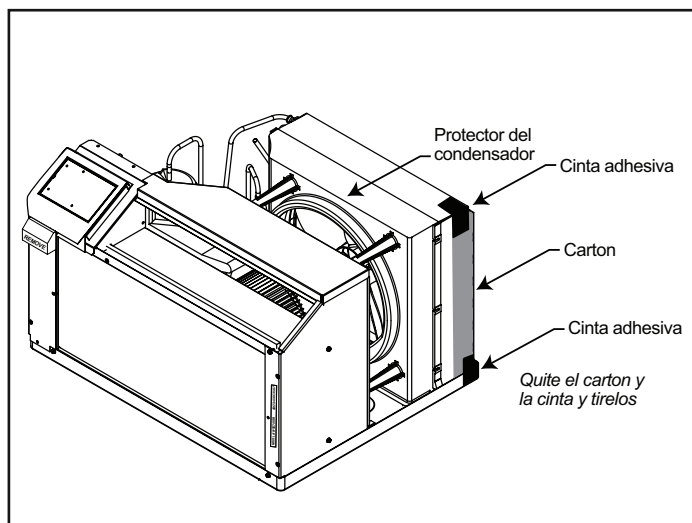

Figura 10
- Revise los tornillos de anclaje. Deben haber cinco (5) en la BASE DE EMPOTRAJE de la unidad "WSC", (dos en cada lado y uno en el centro de la parte superior).
- PASO 4. Saque el chasis de la caja para transportarlo. Retire el cartón que está colocado contra los ganchos y que está asegurado al protector del condensador (Ver Figura 10). Tenga cuidado de no permitir que ningún elemento entre en contacto con los ganchos pues esto puede causarles dano. **IMPORTANTE:** Antes de instalar la unidad en las bases de empotraje en la pared, retire los dos bloques amarillos de transporte. Un bloque de transporte está fijo directamente debajo del panel del control de la cubierta, al lado izquierdo de la unidad. Un segundo bloque de transporte se encuentra ubicado directamente debajo del lado izquierdo del panel del control (Ver Figura 11). Levante el chasis de la bandeja base y deslícelo en la base de empotraje hasta que esté en contacto con la rejilla posterior. Con el chasis en la posición correcta, el borde anterior de la bandeja base debe sobresalir del frente de la base de empotraje 4 pulgadas y 3/4 (Frente).